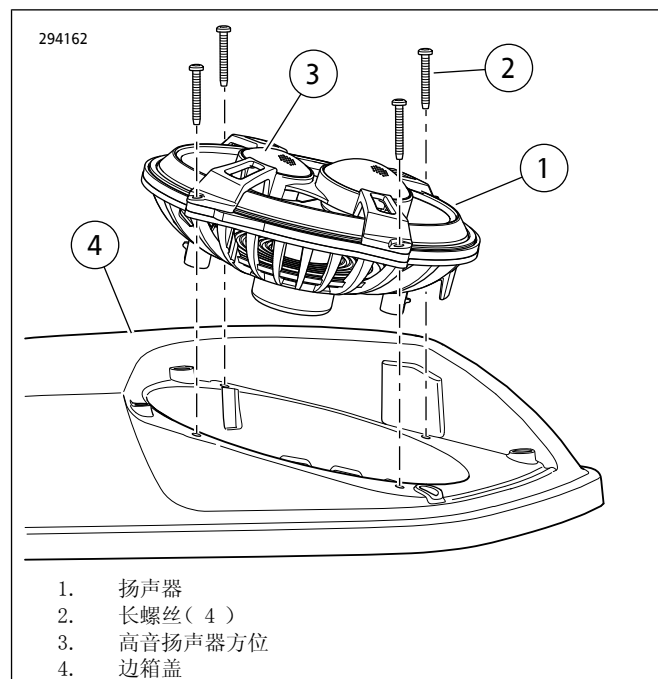

图7。扬声器朝向
13. 参见图 7。按照图示定位较小的高音扬声器(3)，朝向边箱后部。